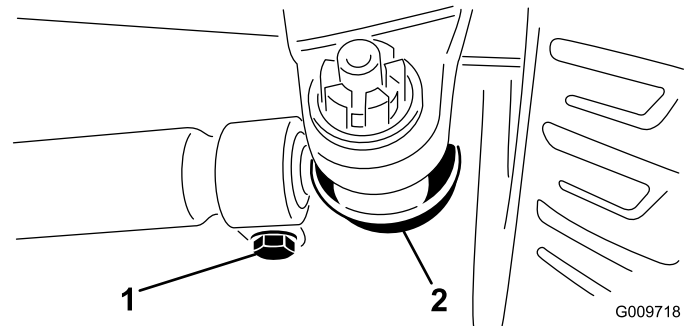

Figura 75
2. Para ajustar, remova o contrapino e a porca de cada uma das rótulas da barra de ligação (Figura 75). Remova a junta da barra de ligação do suporte do eixo.
3. Desaperte as abraçadeiras que estão em ambas as extremidades das barras de ligação (Figura 75).
4. Rode uma (1) vez a rótula separada, para dentro ou para fora. Aperte a abraçadeira na parte solta da barra de ligação.
5. Rode uma (1) vez todo conjunto da barra de ligação na mesma direcção (para dentro ou para fora). Aperte a abraçadeira na extremidade ligada da barra de ligação.